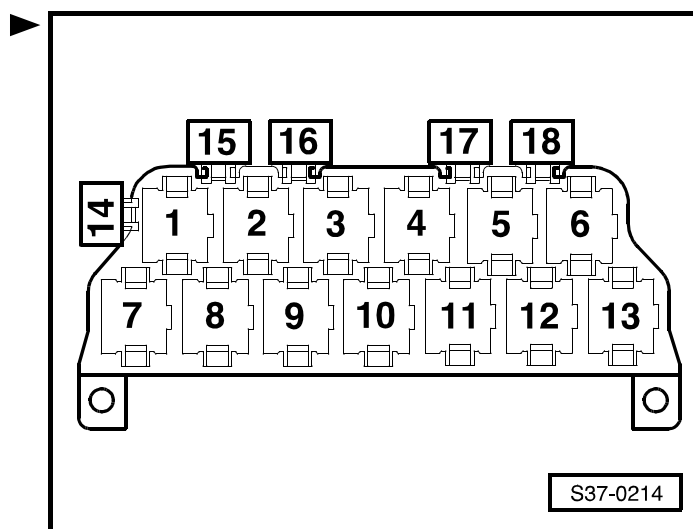

Рис. 6: Датчик частоты вращения на выходном валу коробки передач -G195-
- место сборки ⇒ Рис. 6 в **37-1** страница 4